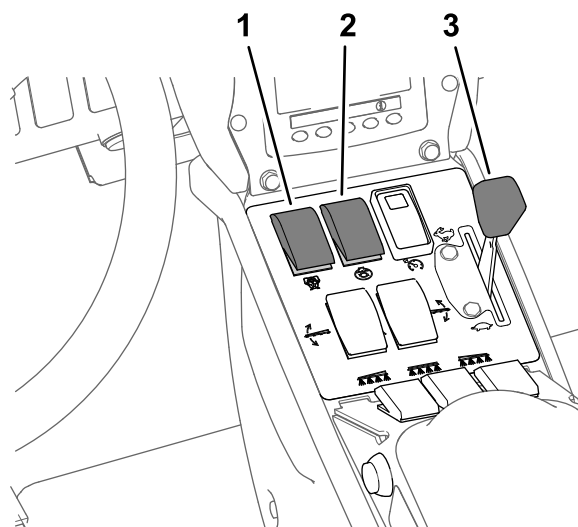

Figure 43
7. Réglez la commande de pompe à la position de MARCHE (Figure 43).
8. Amenez la commande d'accélérateur en position HAUT RÉGIME (Figure 43) et laissez tourner le moteur pendant 10 minutes.
- Réglez la commande d'agitation en position DÉSACTIVÉE et la commande d'accélérateur en position HAUT RÉGIME (Figure 43).